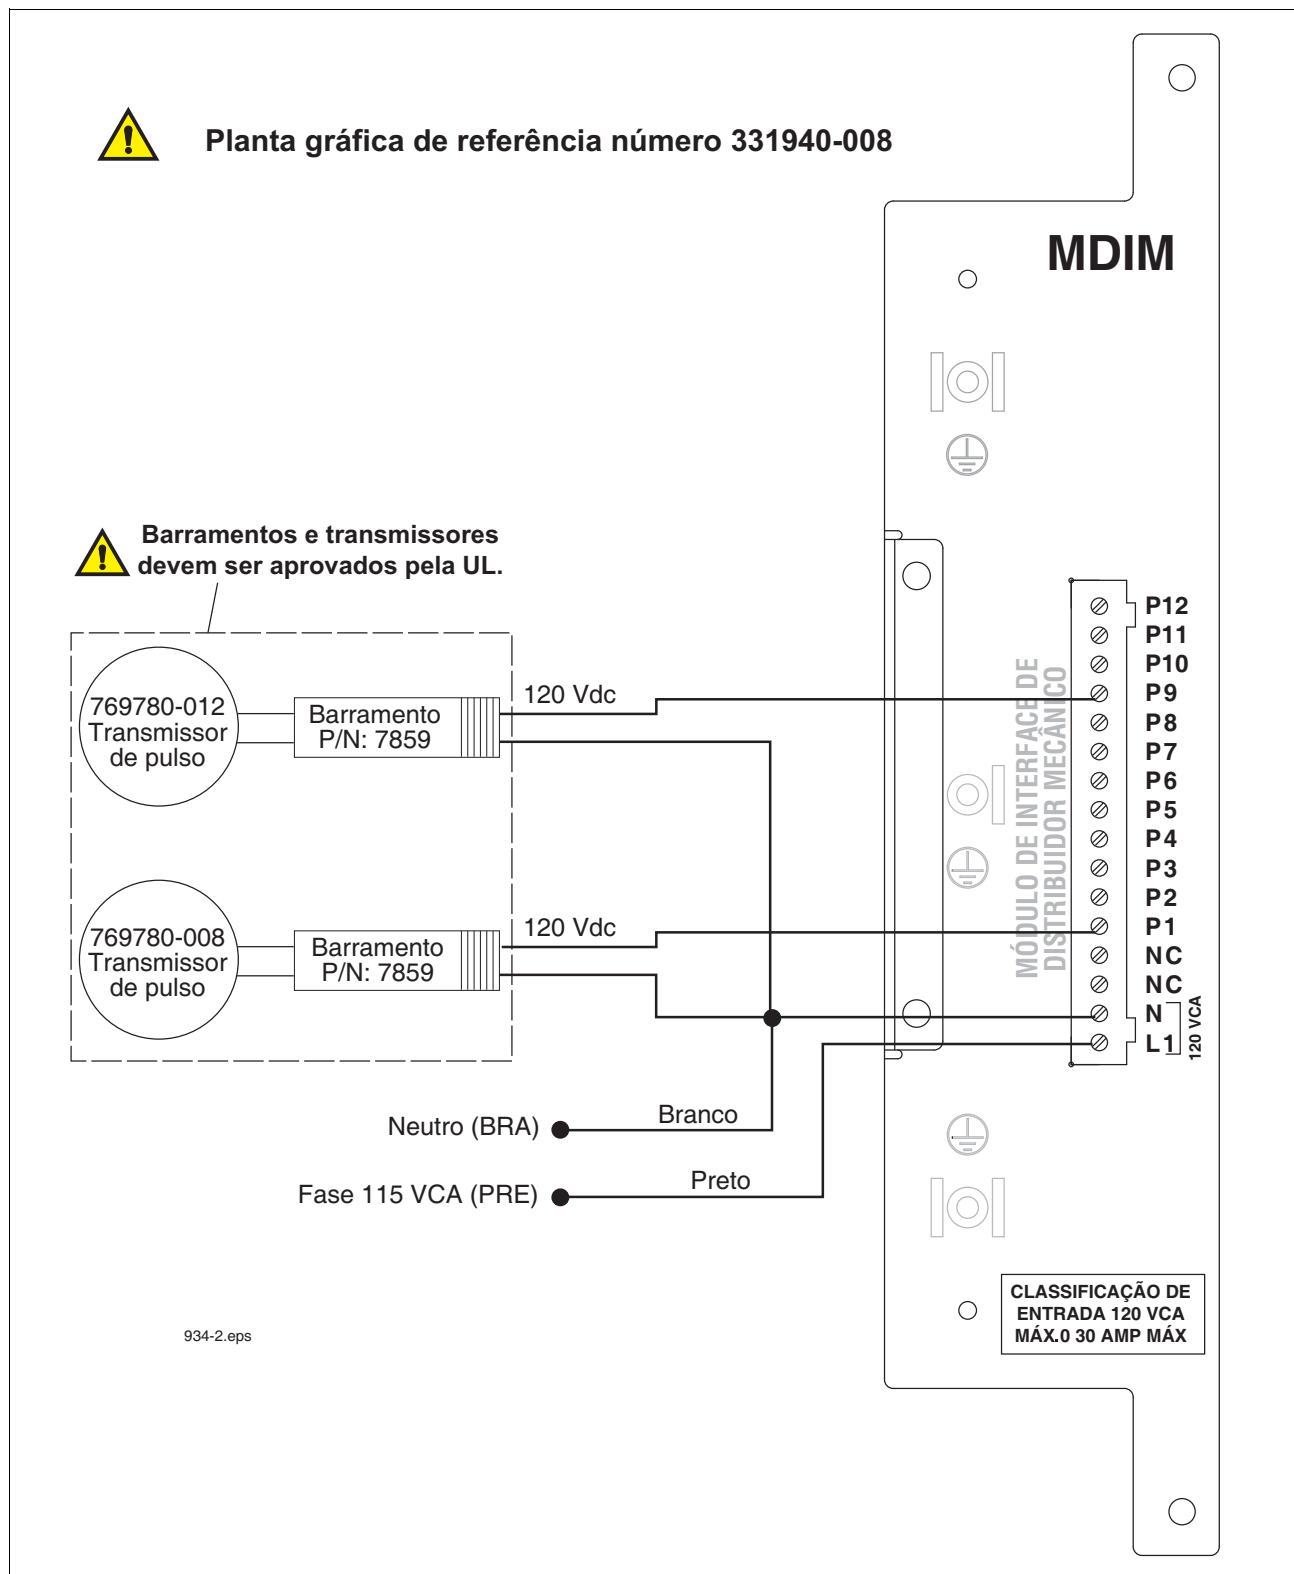

Figura 42. Conexão de dispositivos ao módulo MDIM
- Figura 42 - Conexões de fio em módulo MDIM